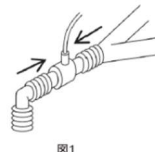

図 1
- 図 1 のように、エアウェイアダプタを気管内チューブと人工呼吸器 Y ピースの間の呼吸回路近位端に接続する。